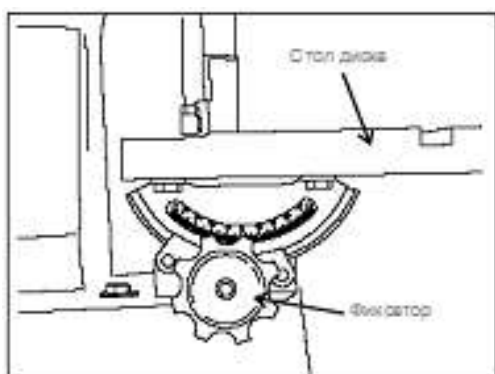

Рис. 10: Рукоятка фиксации стола диска
3. Снять рукоятку фиксации наклона стола (Рис. 10).